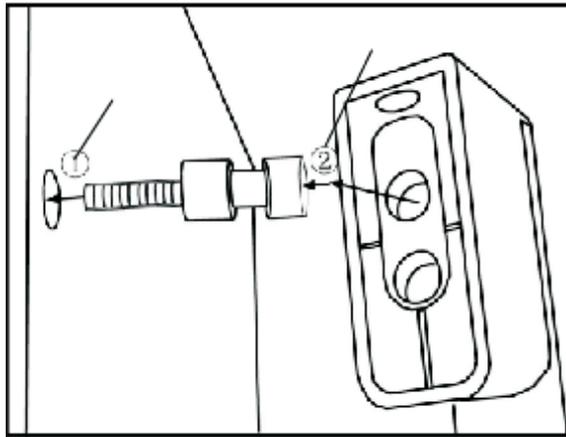

Abbildung 1
- 1) Setzen Sie die Halter in die vorbereiteten Löcher an der Tür des Kühlabteils, zwei Halter für eine Tür. Für diesen Schritt brauchen Sie einen Schraubenzieher. (Erster Schritt in Abbildung 1)
- 2) Drücken Sie den Griff mit der Öffnung gegen den Halter, bis er in der richtigen position sitzt. (Zweiter Schritt in Abbildung 1)
- 1) Setzen Sie die Halter in die vorbereiteten Löcher an der Tür des Gefrierabteils, zwei Halter für eine Tür. Für diesen Schritt brauchen Sie einen Schraubenzieher. (Erster Schritt in Abbildung 1)
- 2) Drücken Sie den Griff mit der Öffnung gegen den Halter, bis er in der richtigen Position sitzt. (Zweiter Schritt in Abbildung 1)